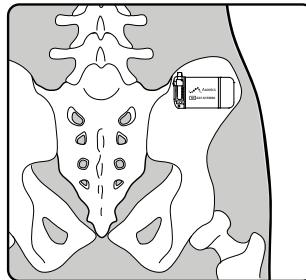

Abbildung 3: Implantationsposition des Axonics Neurostimulators
- Der Neurostimulator sollte horizontal (**Abbildung 3**) mit der Keramikseite von der Mittellinie des Patienten wegzeigend implantiert werden, um das Laden und Programmieren zu erleichtern.
1. Den Neurostimulator in der subkutanen Tasche platzieren. Darauf achten, dass die Keramikseite von der Mittellinie des Patienten weg zeigt, um eine gute Kommunikation mit der Fernbedienung und ein problemloses Aufladen des Akkus zu gewährleisten (**Abbildung 3**). Die eingeätzte Beschriftung kann zum Muskelgewebe hin oder von ihm weg gerichtet sein. Darauf achten, dass die Elektrode ohne scharfe Biegungen vom Neurostimulator wegführt.